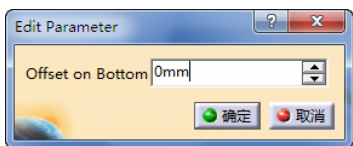

图 3-184 定义零件余量（12）
- 定义零件余量（12）。双击“Pocketing.1”对话框中的“Offset on bottom”，弹出“Edit Parameter”对话框，可设置余量大小为“0”mm，如图 3-184 所示。